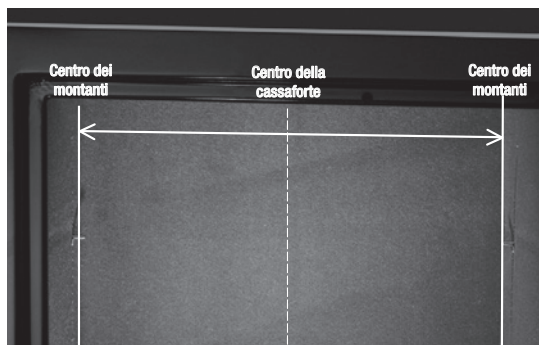

Figura 4. Misurate con cura la distanza tra i centri dei montanti nella vostra casa
- 3) Contrassegnate la mediana dell'interno della cassaforte. Misurate la distanza dalla mediana del montante fino al centro di ogni montante. Misurate dalla mediana all'interno della vostra cassaforte la stessa distanza per individuare le due mediane dei montanti all'interno della cassaforte (Figura 4).
- 4) Praticate un foro a 5,08cm dalla parte superiore della cassaforte su ogni centro dei montanti (Figura 4). Segnate i punti all'interno della cassaforte con un Marker. Servendosi di un temperino, ritagliate una « X » di 5,08cm x 5,08cm nella moquette nei punti segnati.